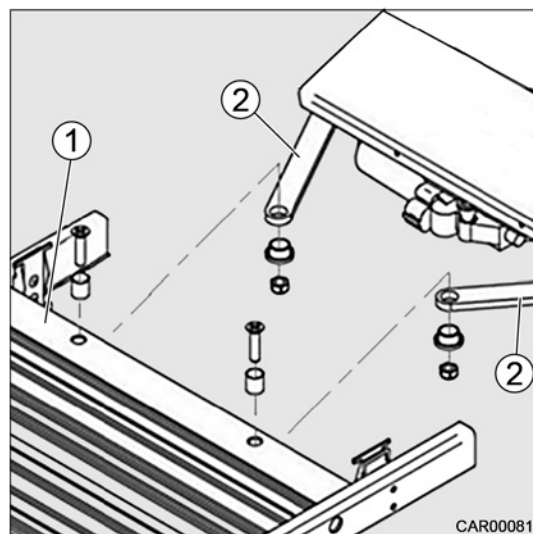

Fig. 12 Déverrouillage de secours
2. Desserrer la marche (Fig. 12/1) des tiges d'entraînement (Fig. 12/2) (clé n°10).